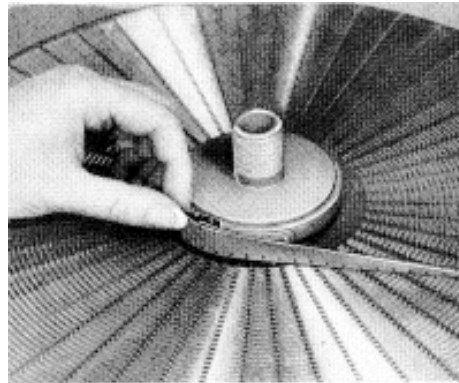

Abb. 14
5. Knicken Sie den Filmanfang etwa 2 cm in spitzen Winkel zur Glanzseite und haken Sie diesen Filmanfang in die Federlasche an der unteren Spirale ein (Abb. 14).